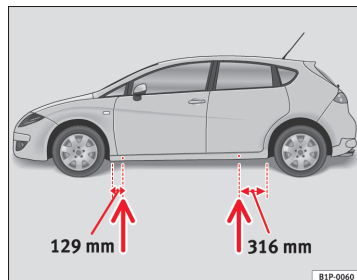

Fig. 157 Løftepunkter til donkraften
- Find det løftepunkt på panelet, der er tættest på det hjul, der skal skiftes ⇒ Fig. 157.
Panelet er trykket lidt ind forrest og bagest, der hvor donkraften må sættes på ⇒ Fig. 157. Der er et sted for hvert hjul. Donkraften må ikke sættes på andre steder.